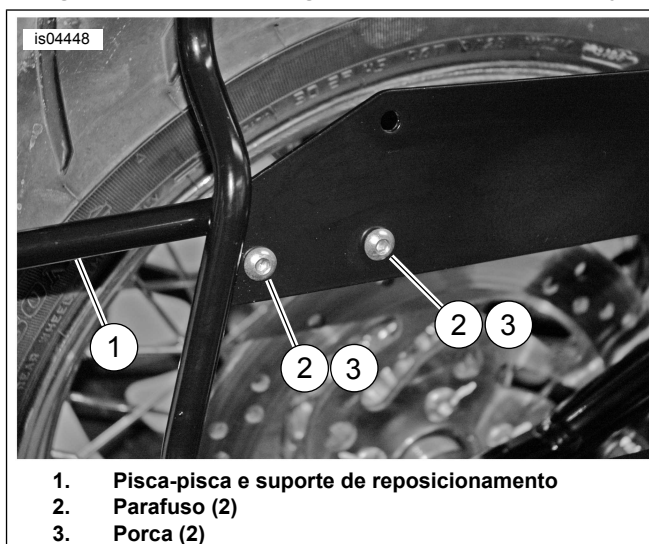

Figura 10. Instalação do pisca-pisca e do suporte de reposicionamento
6. Veja a Figura 10. Instale o pisca-pisca e o suporte de reposicionamento (1) no gancho de suporte do alforje usando dois parafusos (2) e porcas (3).